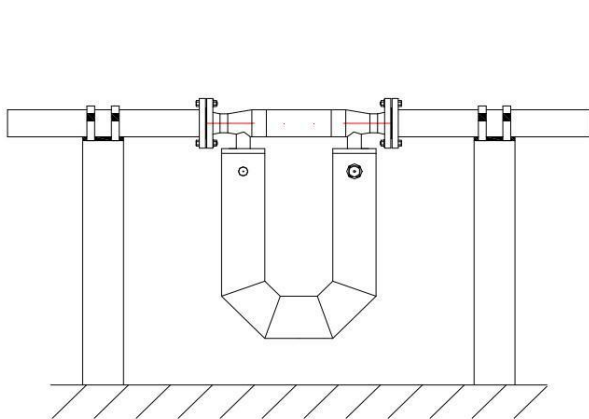

图 2.1
- 1、当质量流量计测量液体时，壳体应向下安装。如图 2.1 所示，防止气体聚集在传感器振管。